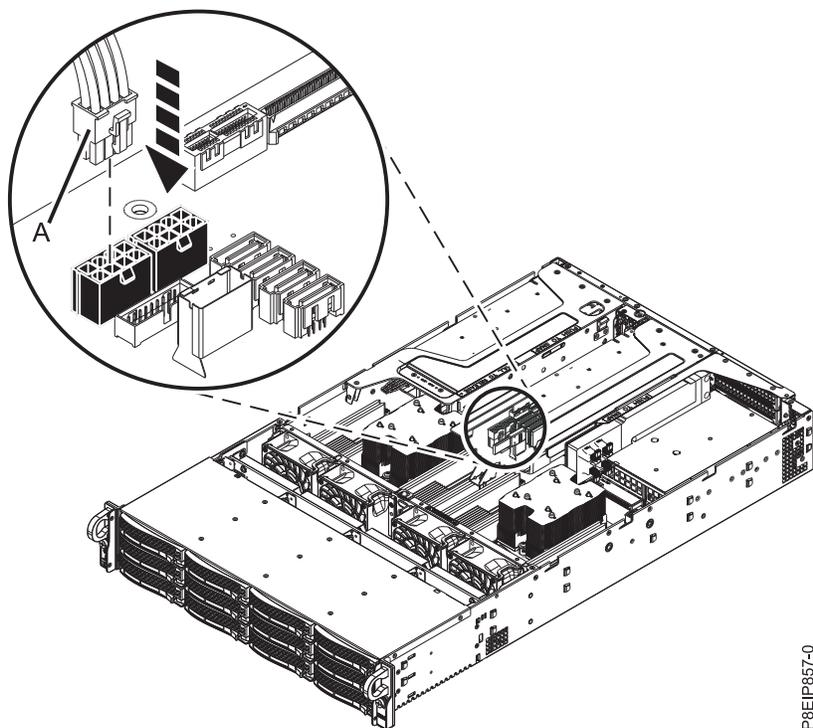

図 51. GPU 電源ケーブルの再取り付け
- d. ライザーに GPU が格納されている場合、電源ケーブル (A) のプラグをシステム・バックプレーンに差し込みます (47 ページの図 51 を参照)。